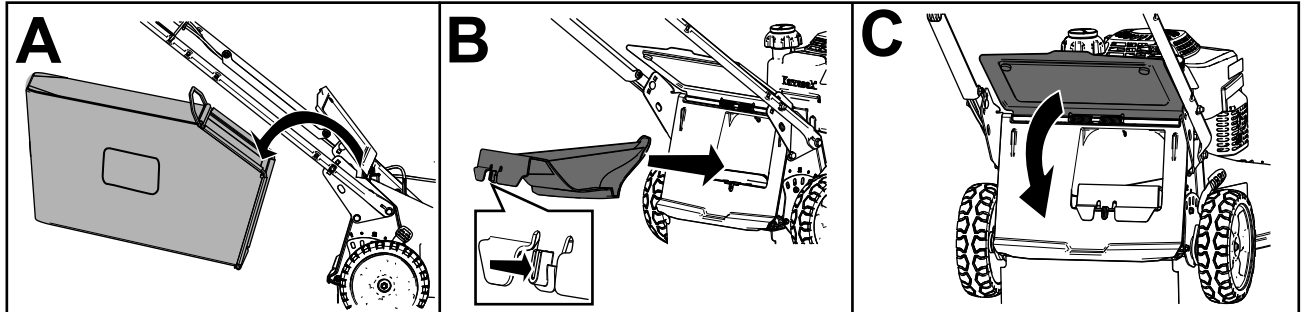

Figure 19
- Si le bac à herbe est installé, déposez-le; (A de Figure 19).
- Si l'obturateur d'éjection arrière n'est pas installé, saisissez-le par la poignée, relevez le volet arrière et insérez l'obturateur dans la goulotte d'éjection arrière jusqu'à ce que le dispositif de verrouillage s'enclenche en position (B de Figure 19).
3. Sortez la tige du bac à herbe des crans à la base du guidon (A de Figure 19).
4. Installez l'obturateur d'éjection (B de Figure 19).
5. Abaissez le déflecteur arrière (C de Figure 19).